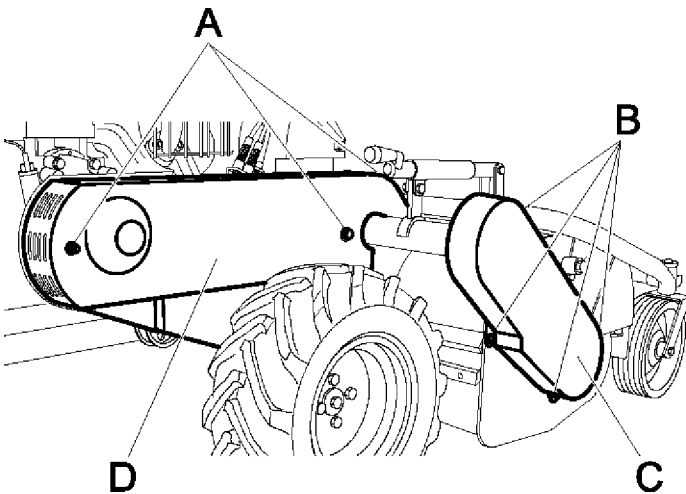

Figure 9
- Enlever la protection ( Fig. 9 Réf.C), en dévissant et en enlevant les vis indiquées figure 9 Réf. B
Pour accéder à la zone dans laquelle sont situés les courroies de transmission et le dispositif de réglage du frein rotor, il est nécessaire d'enlever la protection (Fig. 9 Réf. D), puis de dévisser et d'enlever les vis indiquées figure 9 Réf. A
- Les carters de protection des courroies (Fig. 9 Réf. D et C) et les protections de la lame ( Fig. 1 Réf. H) doivent toujours être installés correctement et être en bon état. En cas de détérioration, les réparer avant de réutiliser la machine.